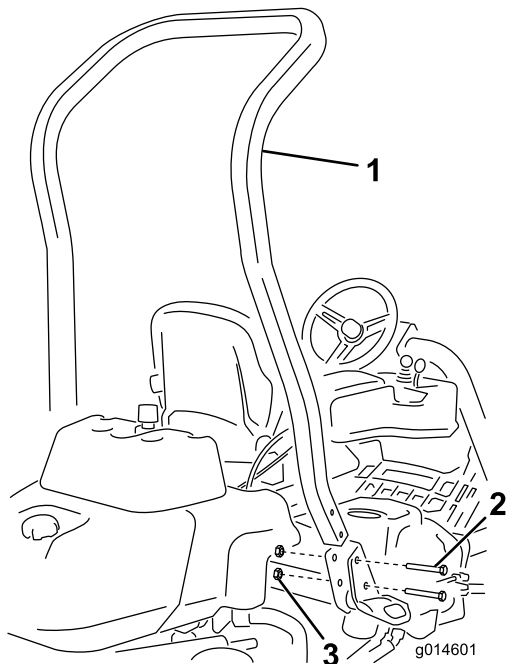

Figura 3
3. Fissate il roll bar negli incastri su ogni lato della macchina con 4 bulloni (1/2 x 3³/₄ poll.) e 4 dadi flangiati (1/2 poll.) (Figura 3)..